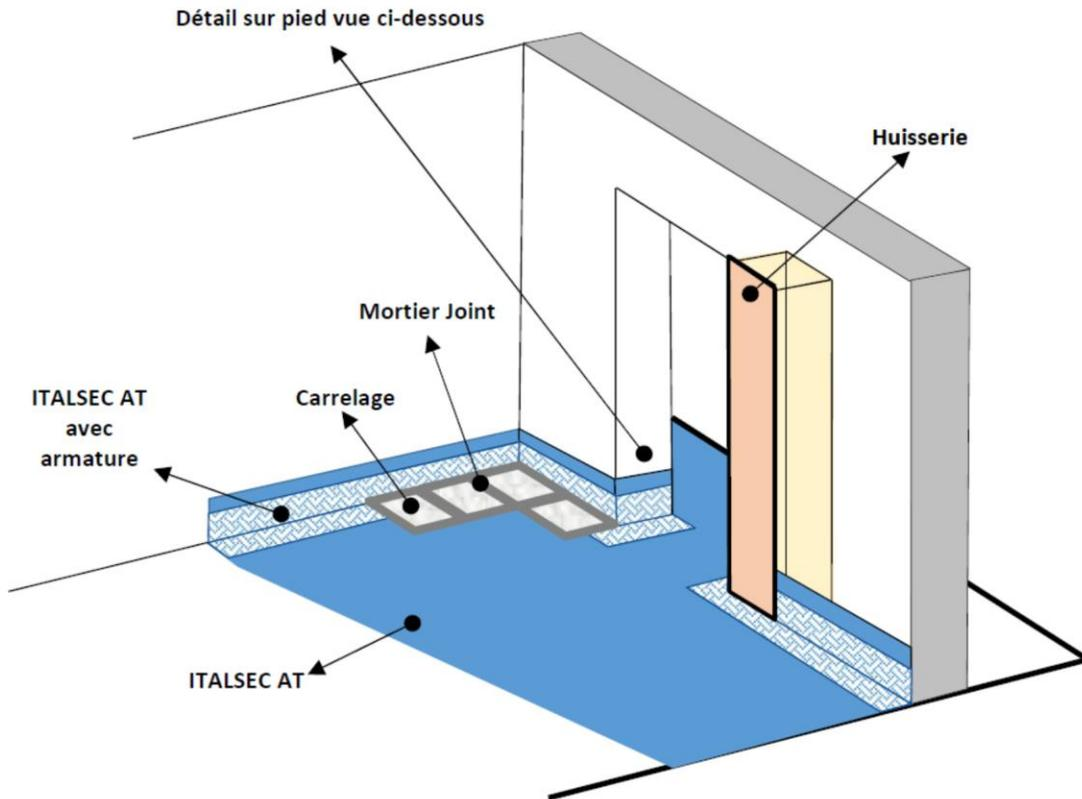

Figure 10a - Traitement huisseries avant pose
2.4.5.7. Huisseries (Figure 10a et 10b)